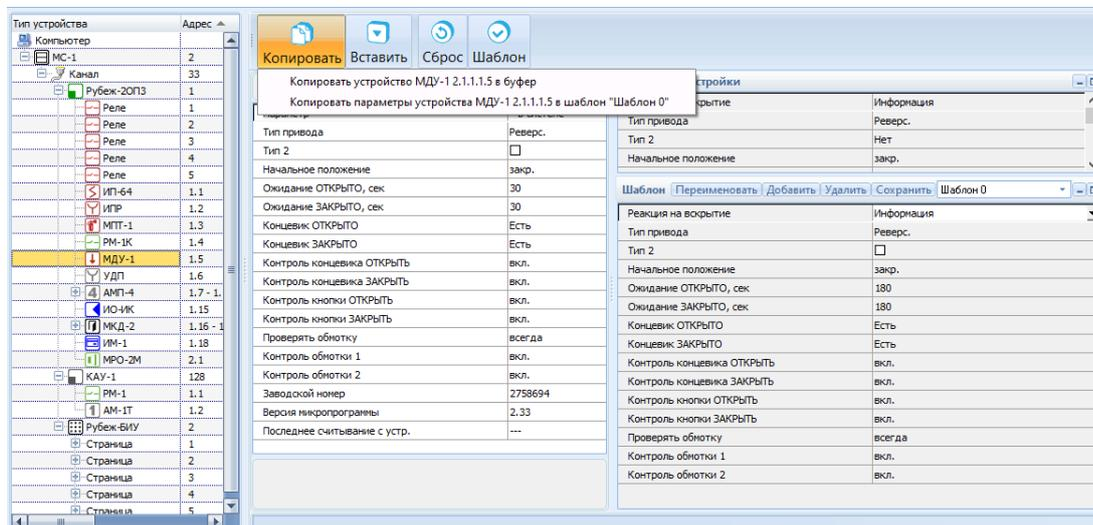

Рисунок 12.3 – Вкладка Конфигуратор, работа с полем параметров (кнопка «Копировать»)
- скопировать параметры выделенного устройства в Шаблон, выбранный в поле Шаблоны (рисунок 12.3).